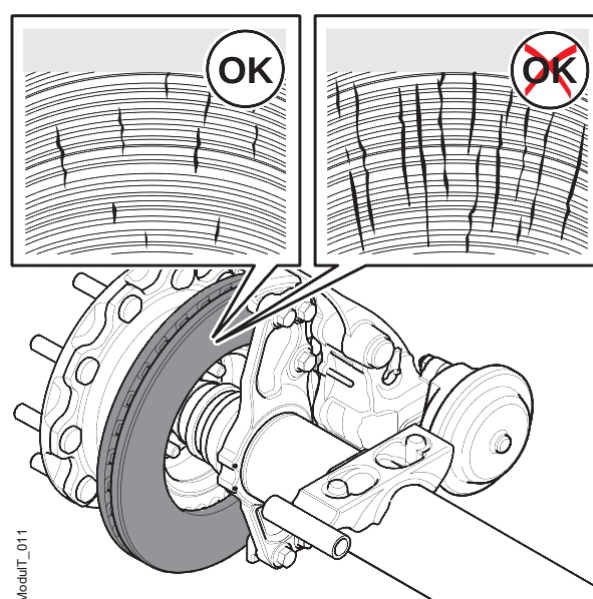

Figura 17. Inspeção do disco de freio
1. Procure desgaste, danos e rachaduras, veja a figura 17.